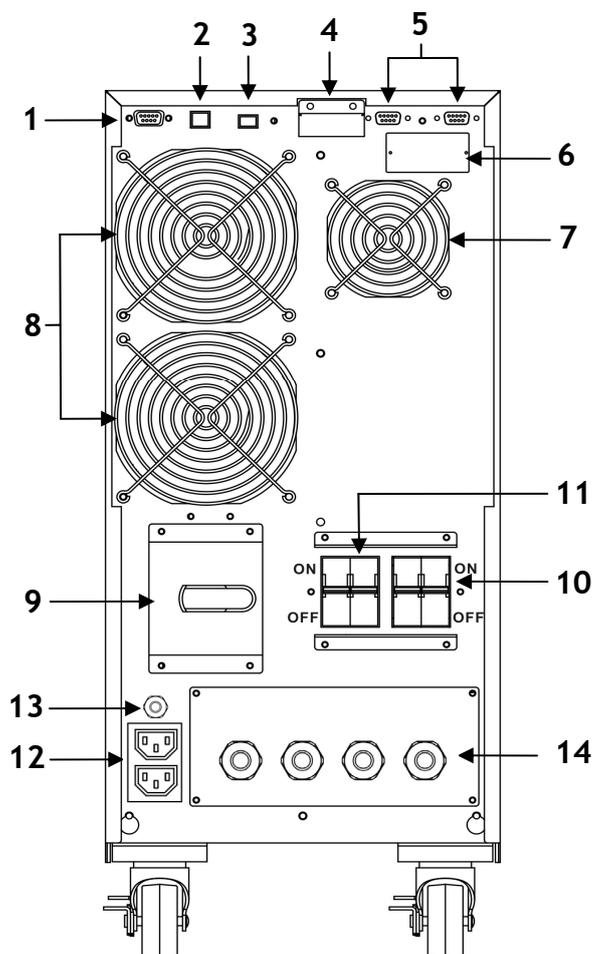
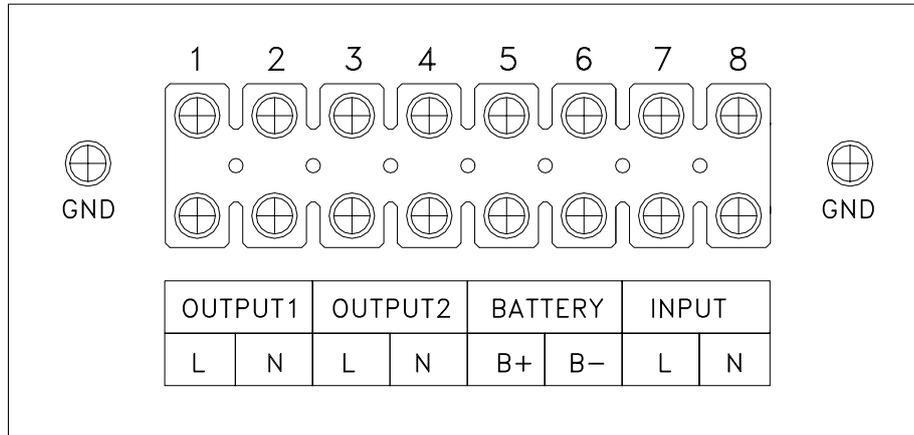

Figura 4 - Pannello Posteriore
Figura 5 - Morsettiera d'Ingresso/Uscita
14. **Pannello metallico di accesso alla morsettiera d'Ingresso/Uscita:** rimuovendolo si accede alla morsettiera per i collegamenti di potenza (vedi figura 5).
1. L'interruttore Ingresso Rete sul retro sia "OFF" (vedi figura 4).
2. L'interruttore Box Batterie sul retro sia "OFF" (vedi figura 4).
1. Togliere il **pannello metallico di accesso alla morsettiera d'Ingresso/Uscita**, posto in basso sul retro (vedi figura 4). La morsettiera d'Ingresso/Uscita è illustrata in figura 5. Tutti i cavi che verranno collegati alla morsettiera devono arrivare alla morsettiera entrando dagli appositi fori sul pannello metallico.
2. Procedere al collegamento della **linea d'Ingresso (FASE, NEUTRO e TERRA)** facendo attenzione alla corretta polarità e alla corrispondenza con le sigle dei morsetti riportate in figura 5, come spiegato sotto: